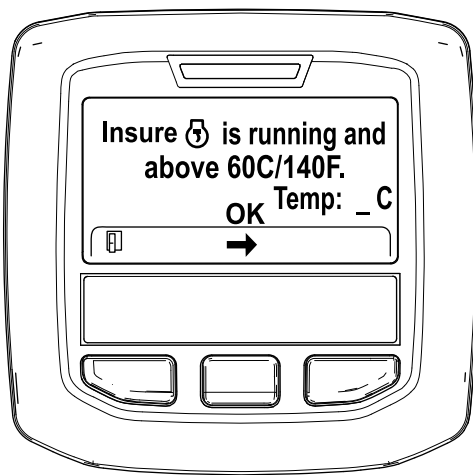

Figura 47
5. Se a temperatura do líquido de refrigeração for inferior a 60°C, surge a mensagem "Insure  is running and above 60°C/140°F" (Confirme que está a trabalhar e acima de 60°C/140°F) (Figura 47).